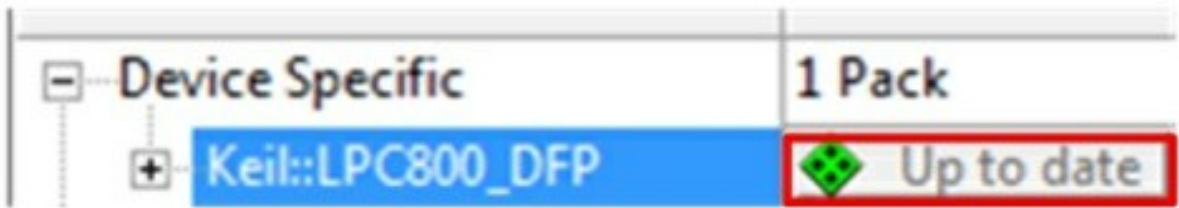

图 23: Pack 安装完成
点击 Install，等待 Install 按钮变为 Up to date 时，表明安装完成，如 图 23 所示。此时，可关闭所有窗口退出安装。
(1) 访问 Pack 下载官网 <https://www.keil.com/dd2/Pack>，打开网页后如 图 23 所示。